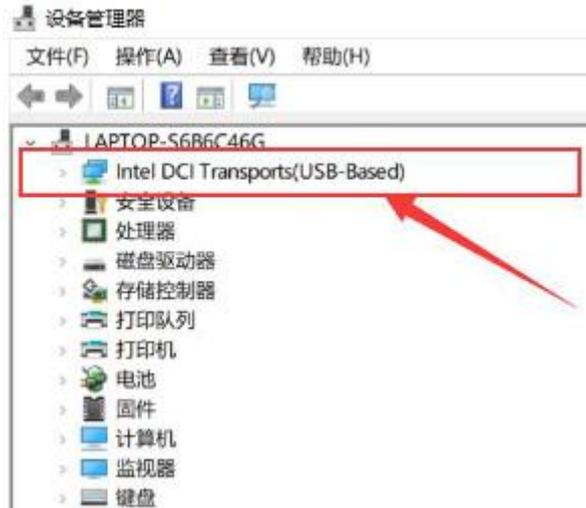

图 4.2 出现 DCI 设备
- 若出现 DCI 设备则代表调试主机与 GDK7 连接成功并可以开始调试；出现 DCI 设备的画面见图 4.2。